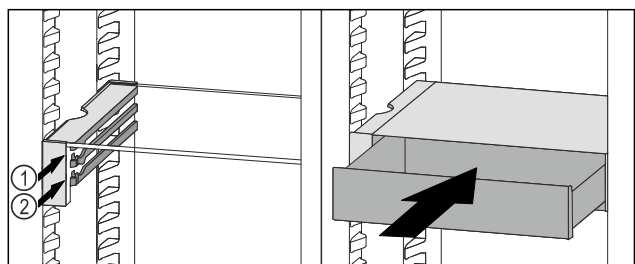

Fig. 130
- ▶ Поставете чекмеджето на VarioSafe зад ограничителите върху желаното ребро Fig. 130 (1) или Fig. 130 (2).